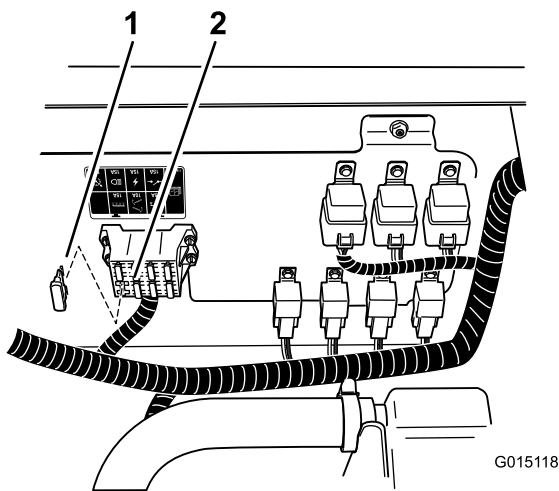

Figura 29
6. Instale um fusível de 10 amp no bloco de fusíveis (Figura 29).